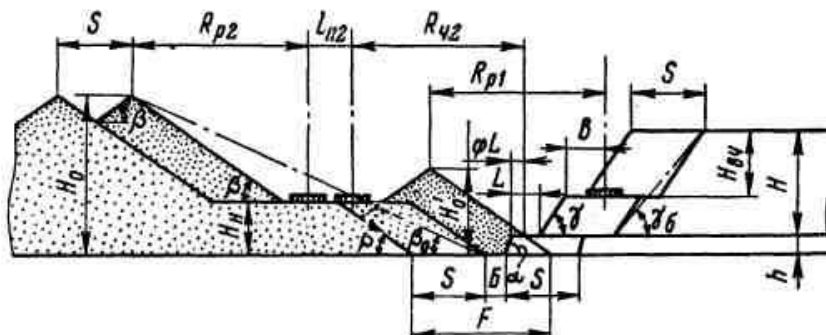

Рис. 1 Схема экскавации с драглайнами на вскрышном подступе и на предотвале
**Задача.** Выбрать экскаватор и определить параметры системы разработки с кратной перевалкой вскрышных пород во внутренний отвал при расположении драглайна на промежуточном горизонте вскрышного уступа (рис.1).